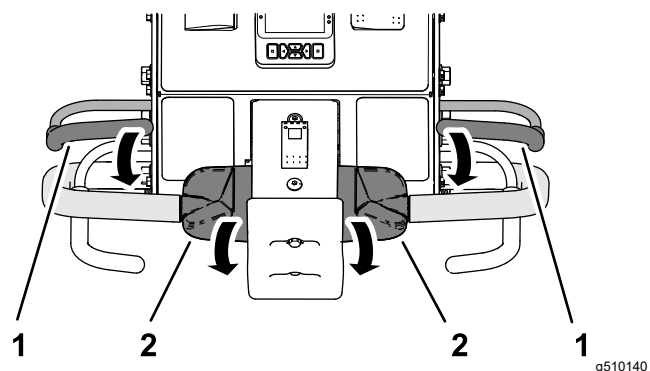

Figura 33
2. Aperte uma das pegas de presença do operador da barra de ligação e rode a parte superior do comando da tração para a frente (Figura 33).